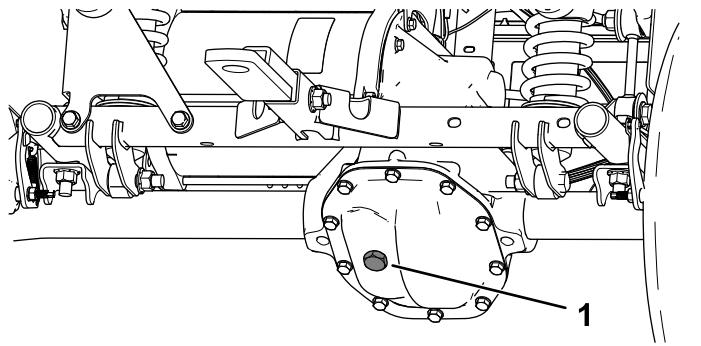

Figure 51
4. Enlevez le bouchon de remplissage de la boîte-pont (Figure 51).
5. Si le niveau de liquide est trop bas, enlevez le bouchon de remplissage et ajoutez le liquide spécifié jusqu'à ce qu'il ressorte par l'orifice (Figure 51).
4. Retirez le bouchon de remplissage de la boîte-pont et remplissez celle-ci avec le liquide spécifié jusqu'à ce qu'il ressorte par l'orifice de remplissage (Figure 51).